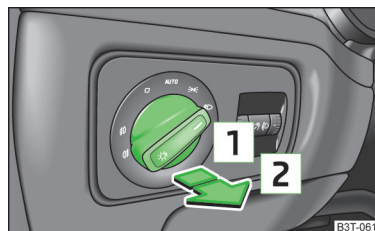

Fig. 52
- Gire el conmutador de luces a la posición  o  » fig. 52.
- Gire el conmutador de luces a la posición o » *fig. 52 de la página 75.*